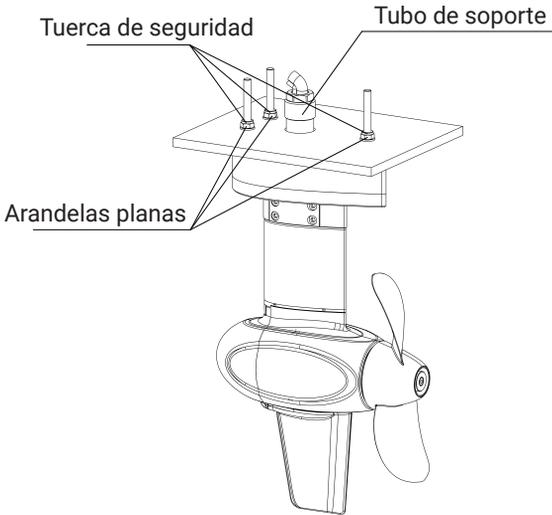

Figura 3-4
Paso 2: Sujete el motor Pod e inserte sus tres pernos (los pernos de los Pod Drive 1.0 y 3.0 son M8, el perno del Pod Drive 6.0 Evo es M10) y el tubo de soporte en los orificios de la parte inferior del casco. A continuación, bloquee cada uno de los pernos desde el interior de la embarcación con una arandela plana y una tuerca (figura 3-4).